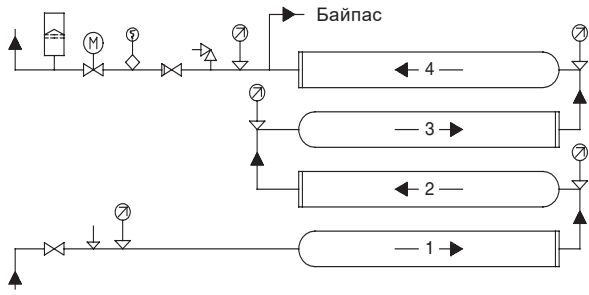

Рис. 6 Блок из четырех последовательно включенных бустерных модулей, размещенных друг над другом
- Для последовательно включенных, размещенных друг над другом бустерных модулей рекомендуется приведенная на рис. 6 схема разводки труб.